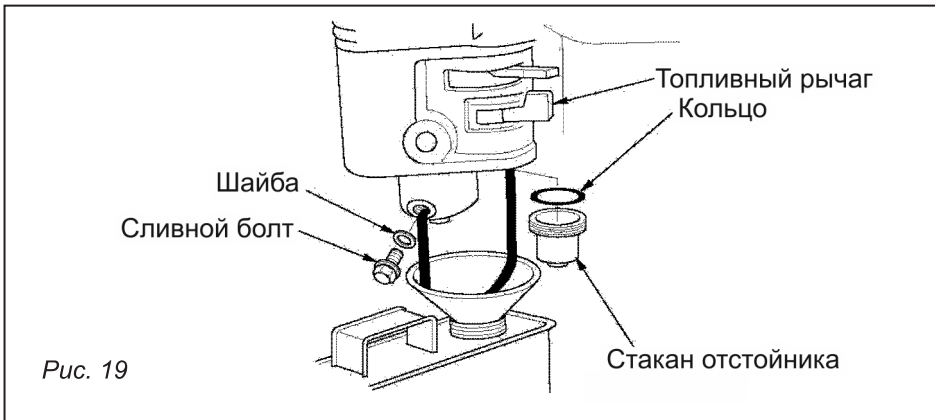

Рис. 19
8.4. Очистка фильтра-отстойника карбюратора (рис. 19)
- Слейте топливо. Закройте топливный кран, снимите отстойник, слейте из него топливо, поместите специальную емкость под карбюратор и слейте в нее топливо, открыв топливный кран. Установите отстойник на место. Выверните сливной болт карбюратора и слейте из него топливо (см. рис. 19).